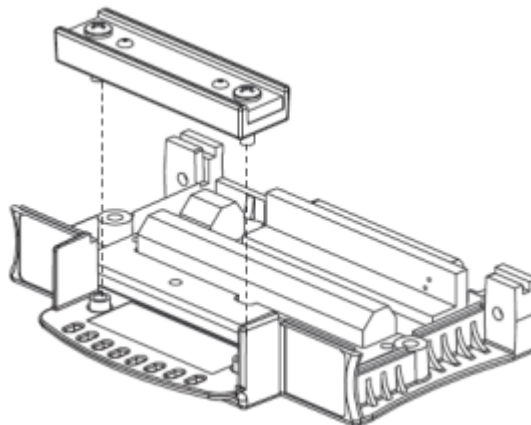

Figura 60.- Instalando una barra sujetadora de cable
- Usando un destornillador tipo Phillips número 2, instale la barra como se muestra en la Figura 60.